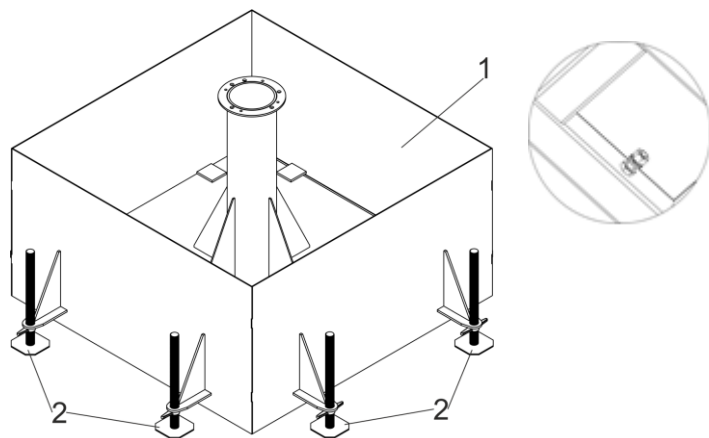

Рисунок 2.
- а) Основание установить на аутригеры. Предварительно согнуть регулировочную гайку до упора. Присоединить заземляющий трос к болту заземления (рис.2);